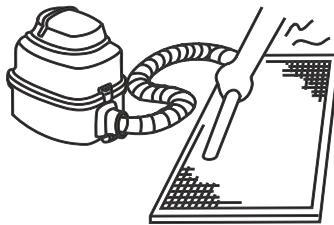

Figura 53
- a. O lado da entrada de ar deve ficar voltado para cima quando se utiliza um aspirador de pó. (Consulte a Figura 53)